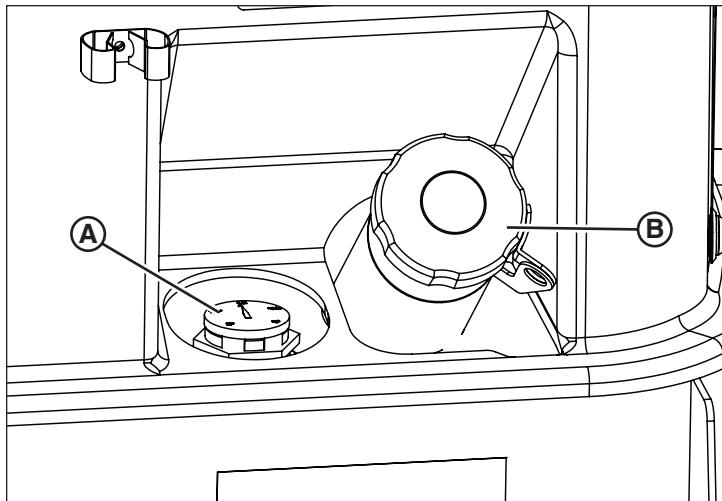

Figure 14
La tour d'éclairage est dotée d'un réservoir à carburant simple ayant une capacité de 50 gallons (189 L). Elle est aussi équipée d'une jauge à carburant de type flotteur (A, Figure 14) ce qui indique la quantité de carburant dans le réservoir. Retirer le bouchon de carburant (B) et ajouter du carburant dans le réservoir. Vous reporter à *Informations générales sur le carburant* dans la section **Entretien** pour connaître les recommandations en matière de carburant.